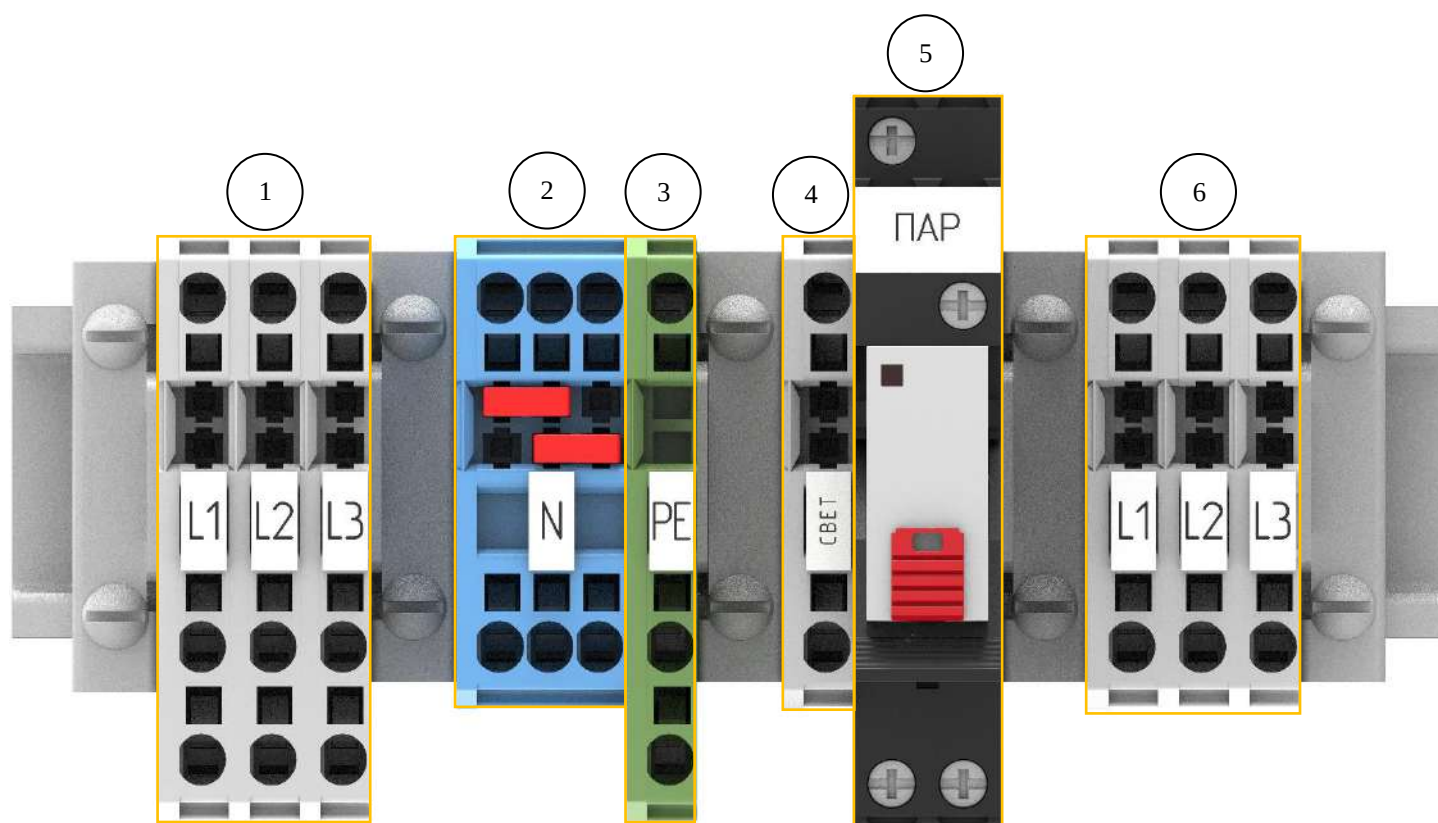
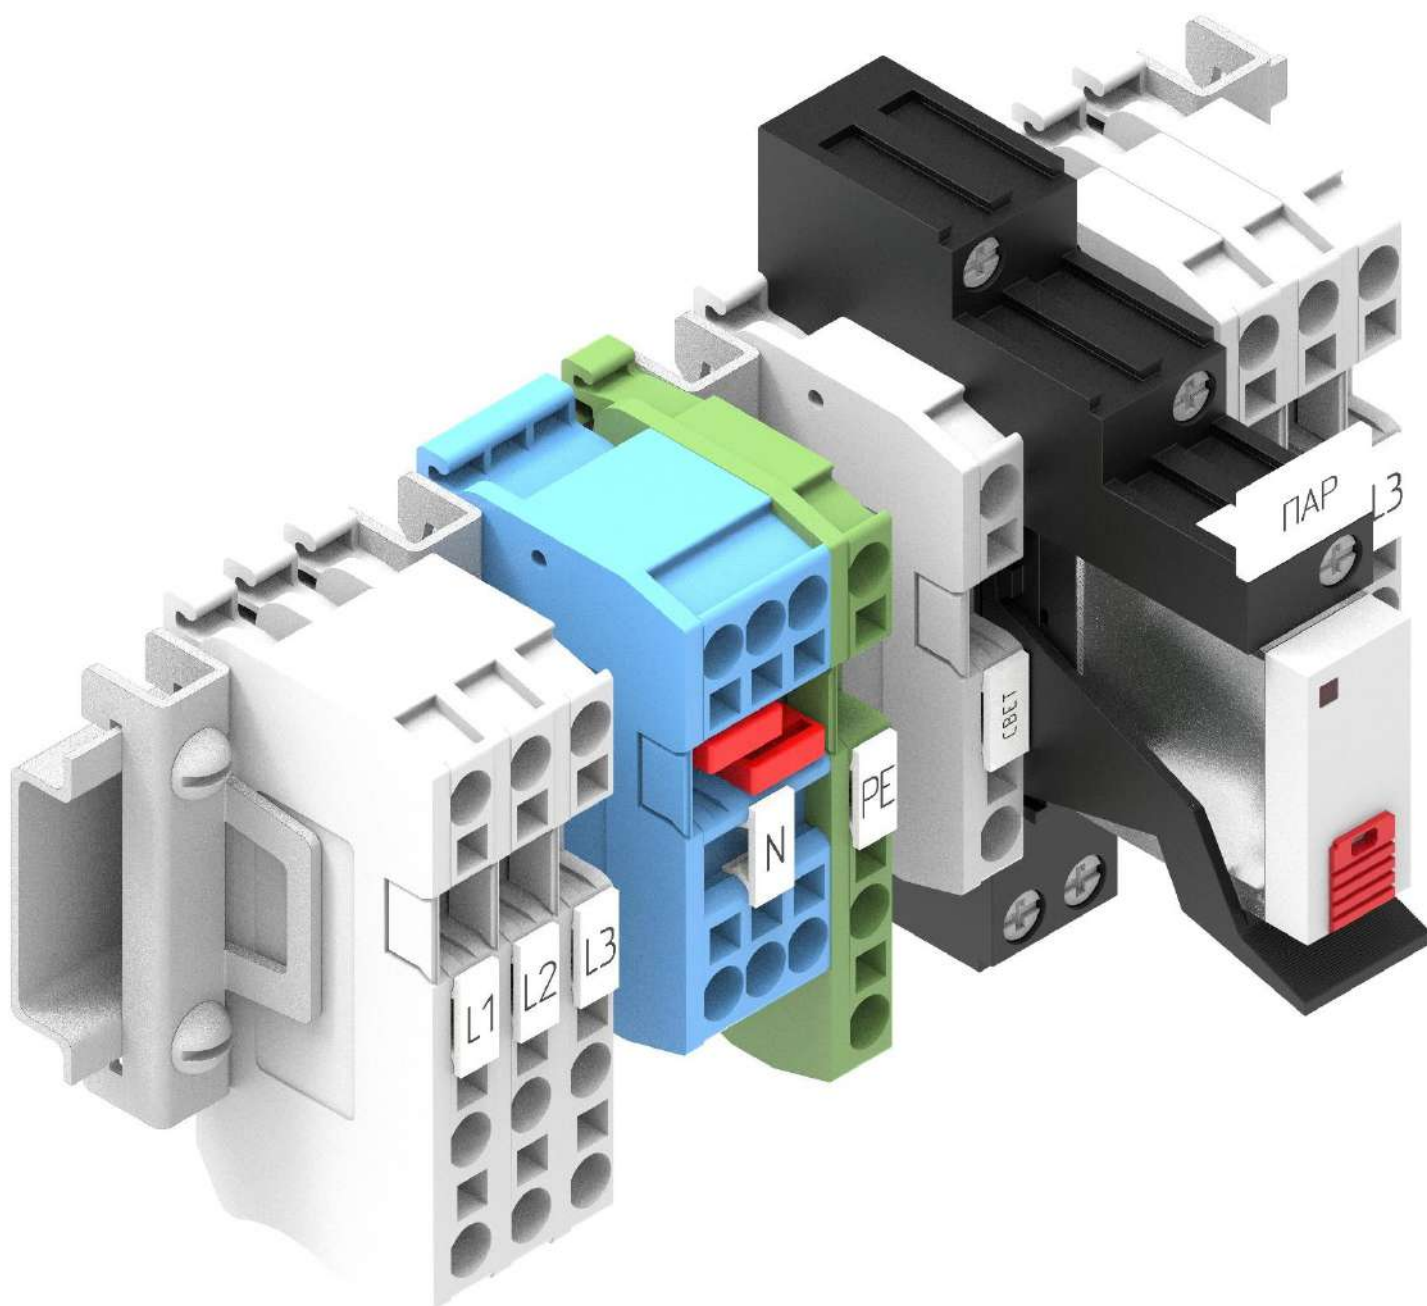
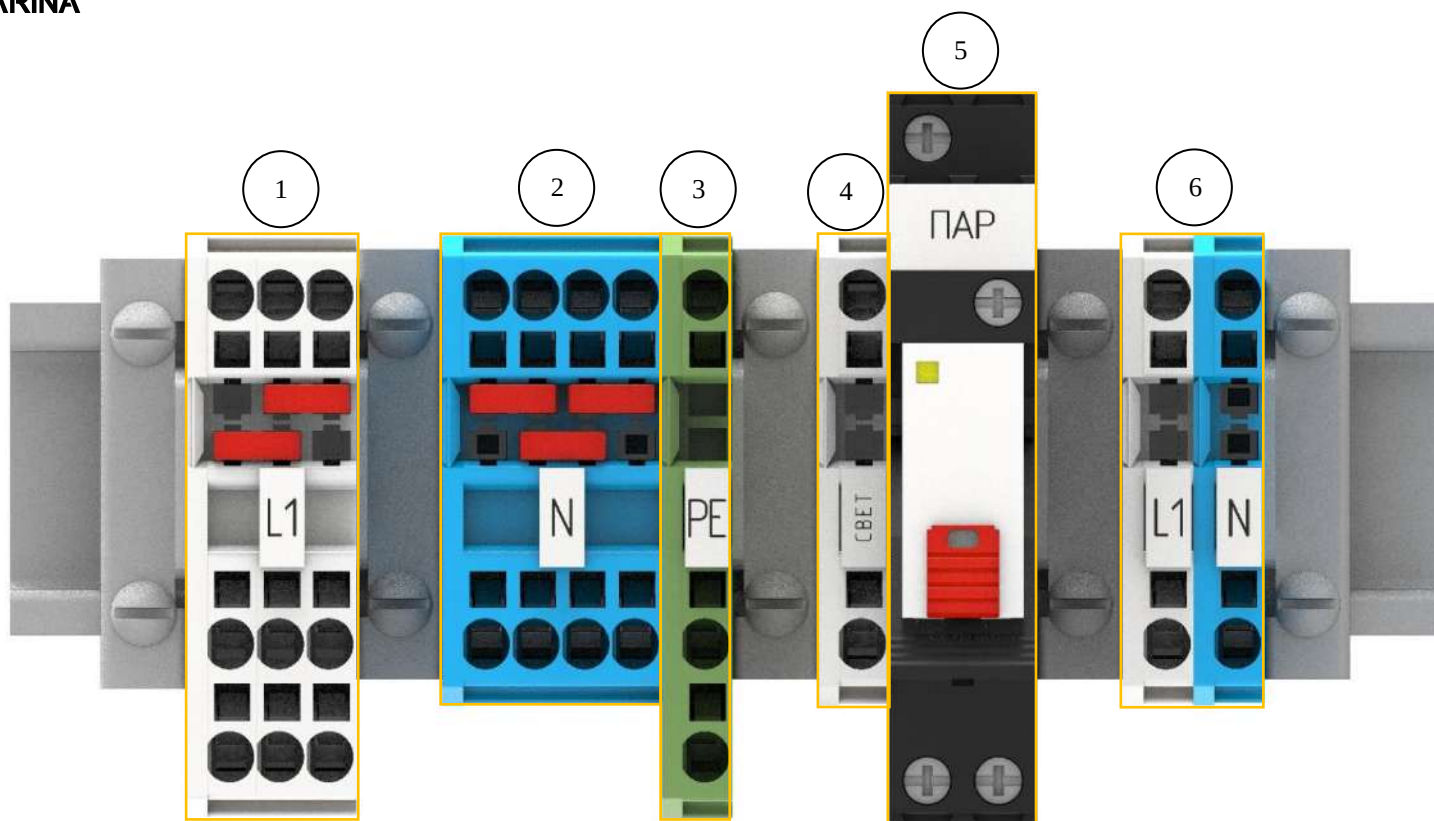
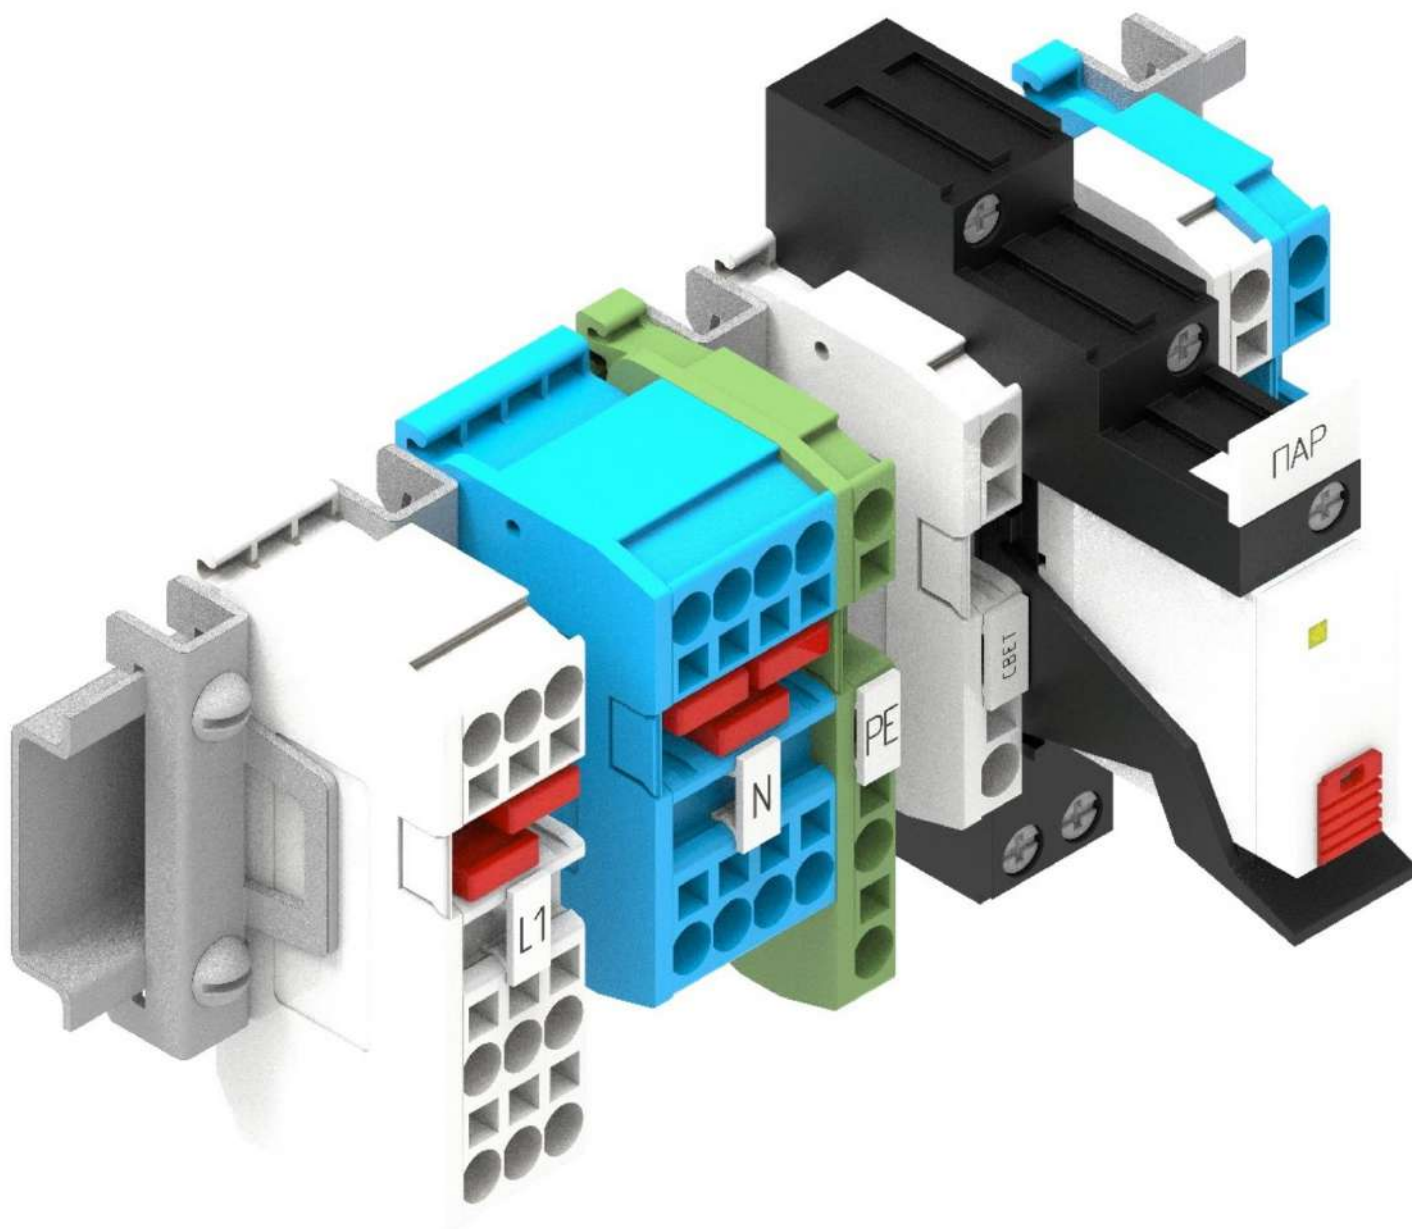

Рис. 6.: “Колодочная сборка”. Трёхфазная. Вид спереди.
Рис. 7.: “Колодочная сборка”. Изометрия.
Рис. 8.: “Колодочная сборка”. Однофазная. Вид спереди.
Рис. 9.: “Колодочная сборка”. Однофазная. Изометрия.
- Подключения электропечи: в качестве трёхфазной симметричной (трёхпроводная схема без нейтрального провода) или однофазной нагрузки. В зависимости от типа подключаемого оборудования колодочная сборка может быть представлена в исполнении для трёхфазного или однофазного подключения. (Рис. 6.: Колодочная сборка. Трёхфазная. Вид спереди., Рис. 7.: Колодочная сборка. Трёхфазная. Изометрия., Рис. 8.: Колодочная сборка. Однофазная. Вид спереди., Рис. 9.: “Колодочная сборка”. Однофазная. Изометрия.)